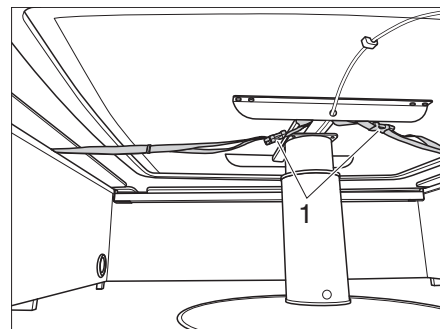

Fig. 57 Sécurisation de la table à hauteur réglable avec des sangles
- ▶ La table à hauteur réglable n'est pas fixée au sol. Avant un trajet, abaisser la table à hauteur réglable jusqu'à la butée inférieure et la fixer avec les sangles (Fig. 57,1) en dessous des banquettes.